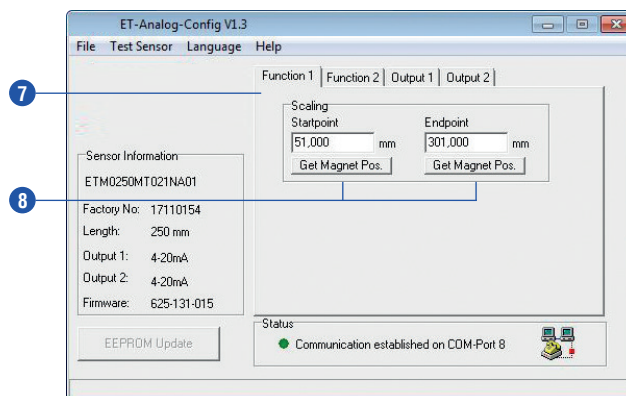

Fig. 30: Boîte de dialogue avec onglets
- 7 Déterminer la plage de mesure avec le **Startpoint** et **Endpoint** sous l'onglet **Function 1** (Fig. 30).
- 8 La position actuelle de l'aimant peut être enregistrée avec les boutons **Get Magnet Pos.**. Le sens de mesure change lorsque la valeur du **startpoint** est supérieure à la valeur du **endpoint**. Quel que soit le sens de mesure, la distance de mesure minimum est de 25 mm (Fig. 30).